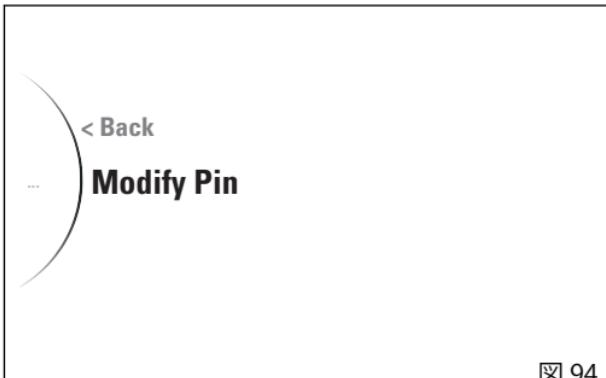

図94
- “Modify Pin”を選択し(図94)、ENTERボタンを押します。